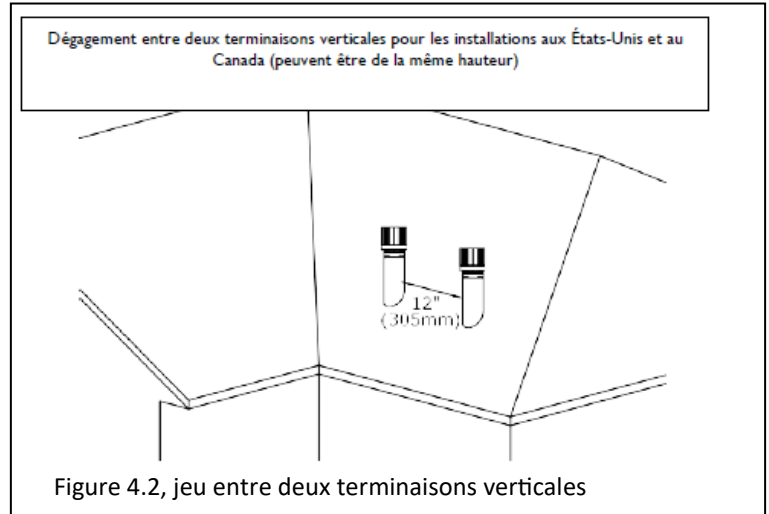
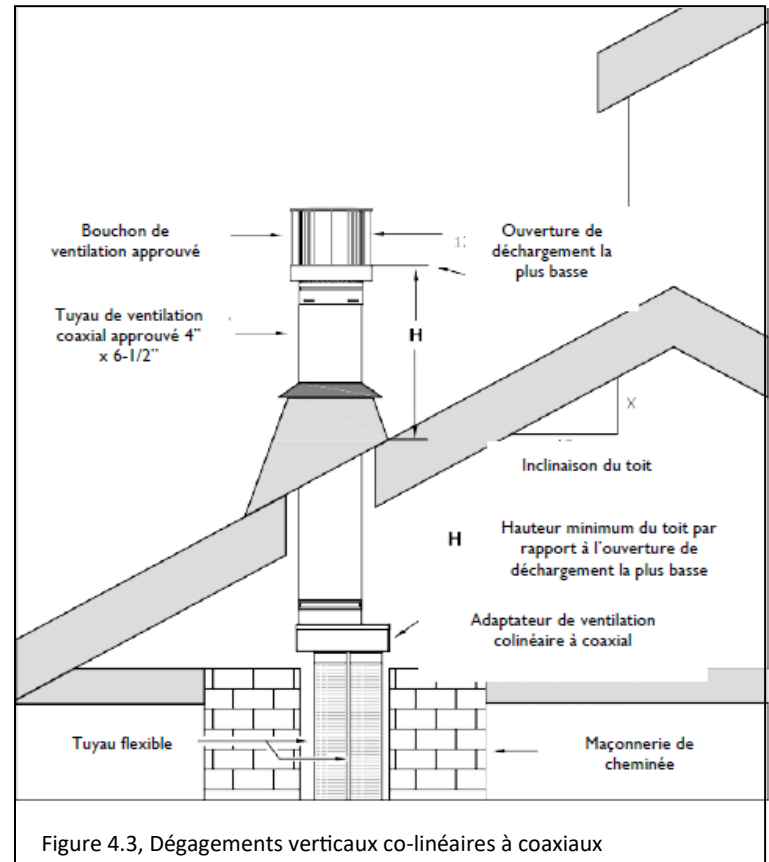

Figure 4.2, jeu entre deux terminaisons verticales
Figure 4.3, Dégagements verticaux co-linéaires à coaxiaux
- Lorsque vous combinez une ventilation colinéaire et coaxiale dans un seul système de ventilation à l'aide d'un adaptateur approuvé de 4"-6-5/8", utilisez la figure 4.2, la figure 4.3 et le tableau 4.1 pour les dégagements de terminaison appropriés.
Tableau 4.1, hauteur de terminaison verticale minimale (à utiliser avec Figure 4.3)